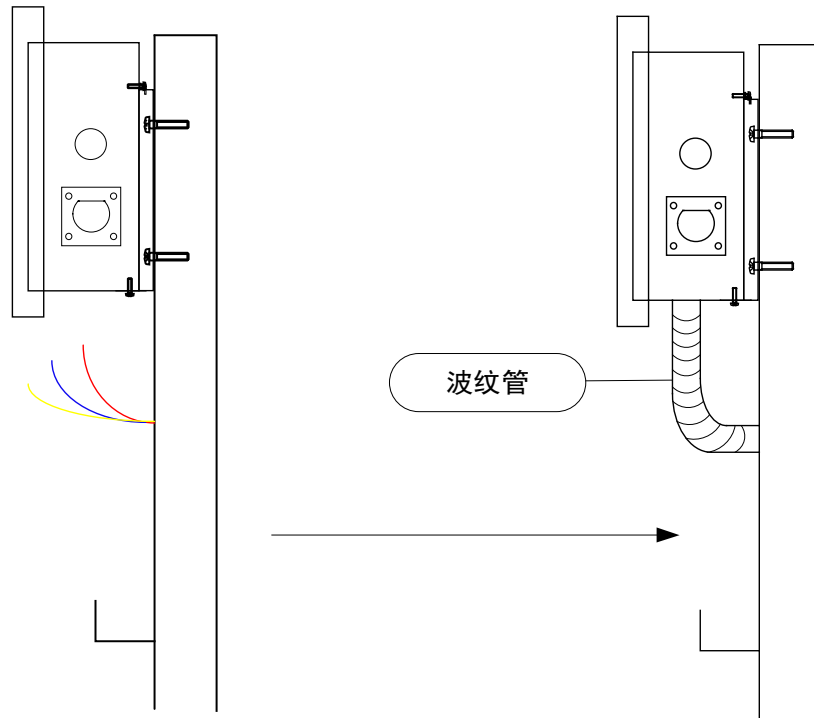

图 5-7 穿线套波纹管
(8) 设备主电线从立柱上穿线孔穿出，再用 20PVC 波纹管接入主机进线口，如图 5-7。